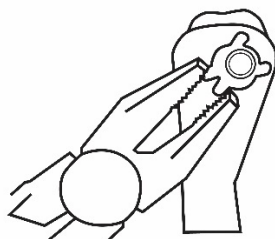

Рис. 2
2. Снимите две X-образные шайбы (9) с подстоля (2) с помощью плоскогубцев. Для снятия шайб необходимо сжимать концы, расположенные близко друг к другу, как показано на Рис. 2